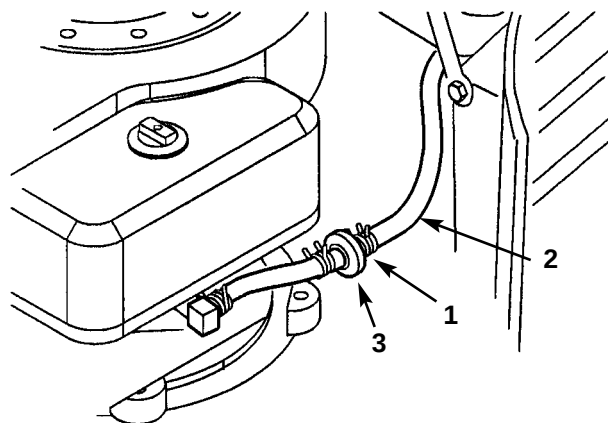

Fig. 25
3. Klem enderne af slangeklemmen sammen og lad den glide op ad benzinrøret mod benzintanken (fig. 25).
4. Træk benzinrøret af filteret (fig. 25) og lad benzin løbe ned i en benzindunk eller aftapningsbeholder.
Det bedste tidspunkt at udskifte benzinfilteret på (fig. 25) er, når benzintanken er tom. Man må aldrig montere et snavset filter, der er fjernet fra benzinrøret.
3. Klem enderne af slangeklemmen sammen og lad den glide op ad benzinrøret væk fra filteret (fig. 25).